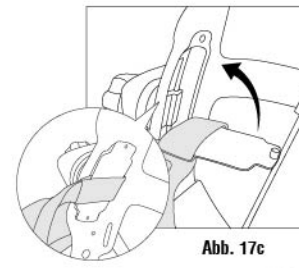

Abb. 17c
Schritt 3: Klicken Sie die Schnalle wieder an ihren ursprünglichen Platz (siehe Abb. 17c).